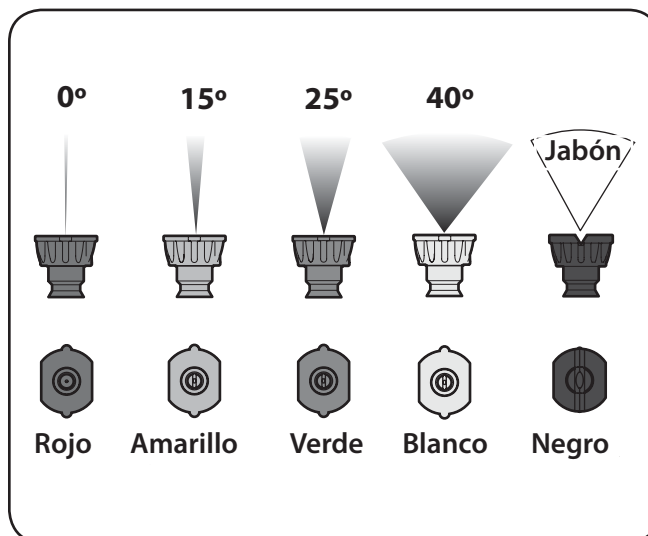

Figura 5-4
El dispositivo de conexión rápida de la extensión de la boquilla le permite seleccionar entre cinco (5) boquillas de rociado con conexión rápida diferentes. Las boquillas de rociado se pueden cambiar mientras la lavadora a presión está en funcionamiento después de activar la traba para el gatillo rociador. Las boquillas de rociado varían el patrón de rociado como se indica. Consulte la Figura 5-4.